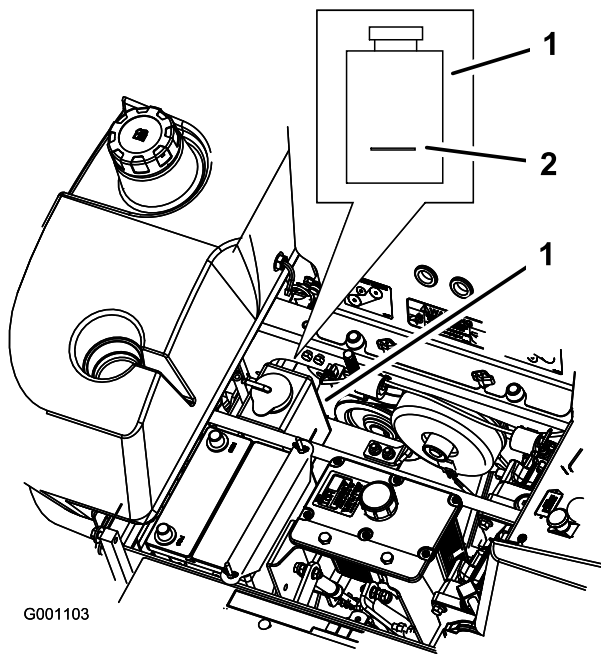

Figura 80
4. Con el motor frío, compruebe el nivel del depósito de expansión. El nivel de líquido debe llegar a la línea en relieve en el exterior del depósito de expansión (Figura 80).
5. Si el nivel de refrigerante es bajo, añada una mezcla al 50% de anticongelante de larga vida/Dex-Cool® y agua al depósito de expansión (Figura 80).
6. Añada la mezcla al 50% de refrigerante al depósito de expansión y llénelo hasta la línea marcada en el depósito (Figura 80).